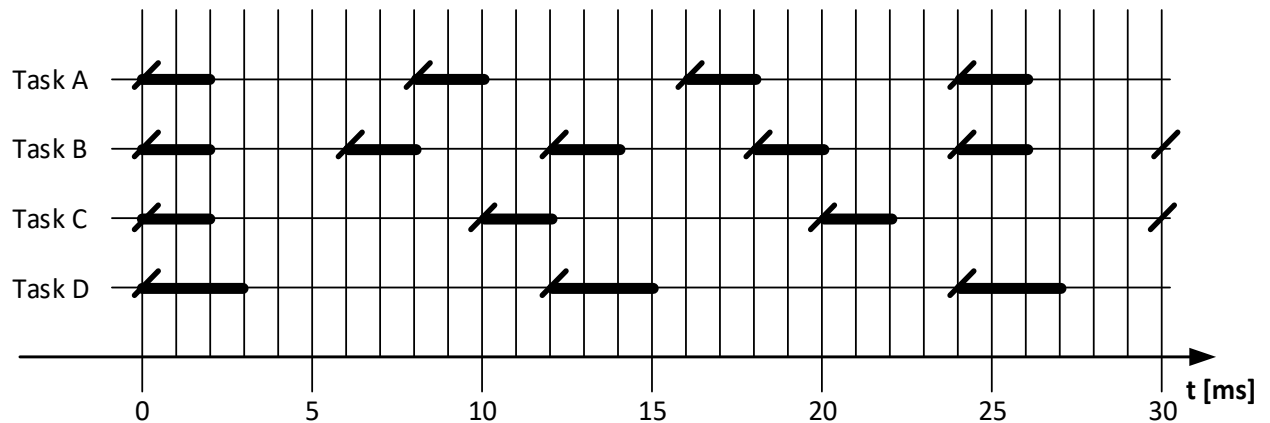
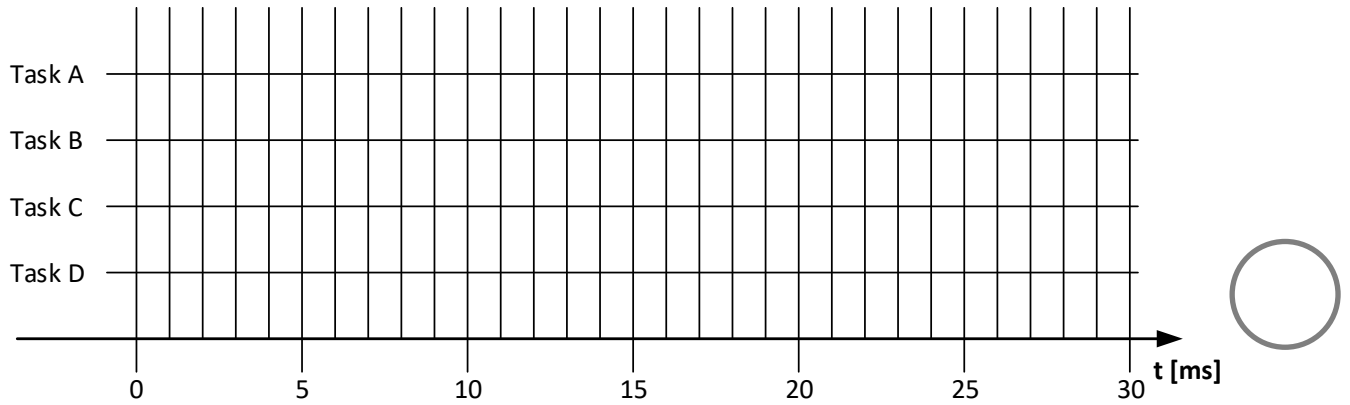

Abbildung 1: Soll-Ablauf der Tasks A, B, C und D
Abbildung 3: Ist-Ablauf der Tasks A, B, C und D (Last-In-First-Out)
Gegeben sei ein periodisches Taskset mit vier Tasks und einem Soll-Ablaufverhalten entsprechend Abbildung 1. Die Periode ist gleichzeitig als Deadline für die Ausführung zu interpretieren. Die Prioritäten der Tasks können der Tabelle 3 entnommen werden. Der Systemtakt beträgt 1 ms, es steht ein Rechenkern zur Verfügung.
c) Bestimmen Sie die Auslastung des Rechenkerns bei einer Beauftragung entsprechend Abbildung 1 und Tabelle 3.
unverändert. Ermitteln Sie das zeitliche Ist-Verhalten der Tasks bei einer Beauftragung entsprechend Abbildung 1 und Tabelle 3 beim Scheduling nach dem nicht-präemptiven Last-In-First-Out-Verfahren im Bereich $0 \leq t < 30$ ms. Zeichnen Sie Ihre Lösung in Abbildung 3 ein.
Abbildung 4 soll das zeitliche Ist-Verhalten der Tasks bei einer Beauftragung entsprechend Abbildung 1 und Tabelle 3 beim Scheduling nach dem Verfahren des kleinsten Spielraums im Bereich $0 \leq t < 30$ ms darstellen. Es haben sich jedoch neun Fehler eingeschlichen. Markieren Sie die Fehler in Abbildung 4 und begründen Sie Ihre Wahl in Tabelle 4. Die Fehler können sämtliche Elemente des Diagramms betreffen, wobei jeder Fehler nur ein einzelnes Element betrifft (ein Fehler erzeugt also keine Folgefehler).